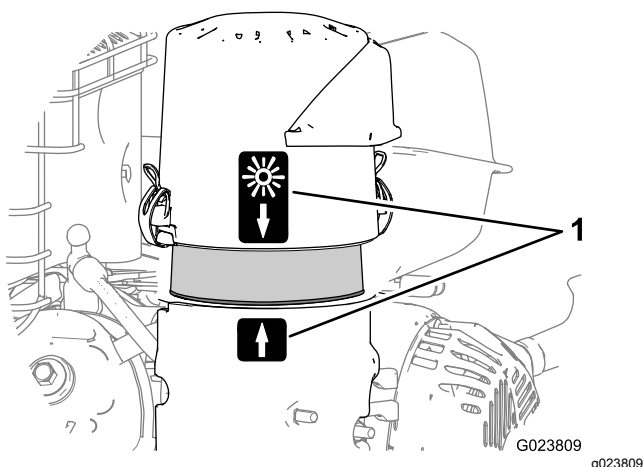

Figure 32
8. Alignez la flèche sur le couvercle du filtre à air et la flèche sur la base (Figure 32).